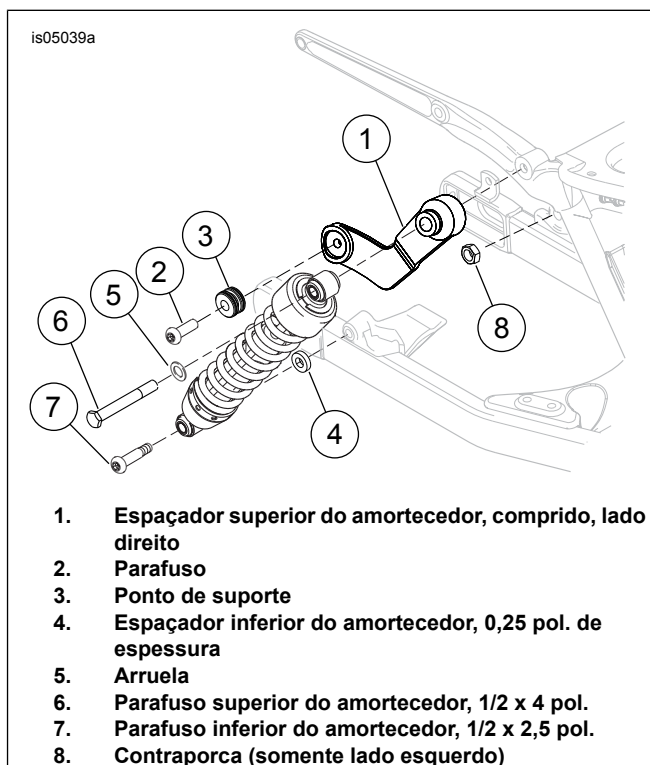

Figura 3. Instalação dos amortecedores (modelos anos 2006 e 2007)
1. Veja a Figura 3. Monte um parafuso (2) e ponto de suporte (3) em cada espaçador do amortecedor superior (1), como mostrado. Aperte com torque de 28–37 N·m (21–27 ft-lbs).